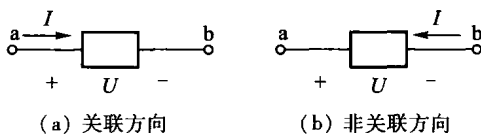

图 1.3 电流、电压的参考方向
⑤ 对于任一二端元件或一段电路,如果选择其两端的电压和电流的参考方向一致,就称为关联参考方向,简称关联方向;否则为非关联参考方向,简称非关联方向。如图 1.3 所示。
(6) 电位 V
① 定义式:电路中某点 a 的电位 V_a ,等于电场力把单位正电荷由 a 点移动到参考点(零电位点) o 时所做的功 W_{ao} ,即